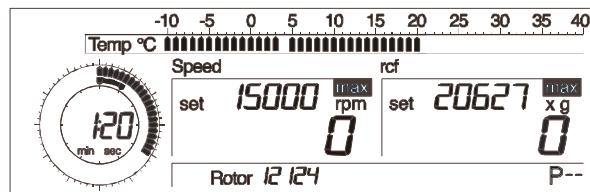

Abb. 5.17: Solltemperatur liegt unter der Ist-Temperatur
- Liegt die angewählte Temperatur (= Solltemperatur) unter der Ist-Temperatur, wird die Solltemperatur durch einen blinkenden Balken in der Temperaturskala dargestellt (Abb. 5.17).